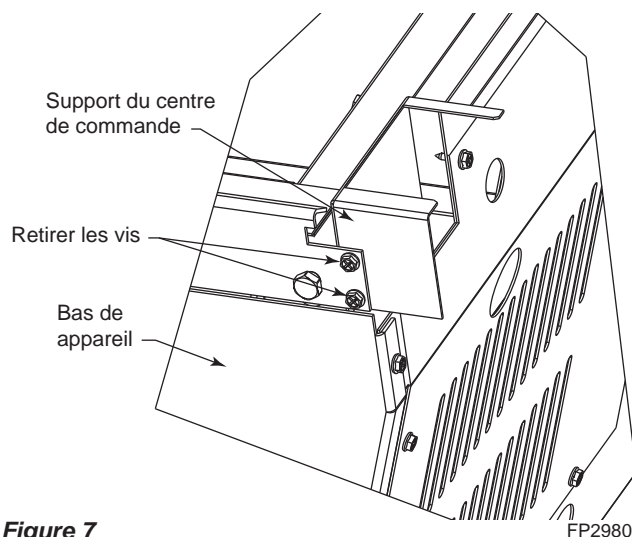

Figure 7
2. Déposez l'unité avec soin sur son dos. Enlevez les deux (2) vis qui retiennent le support à l'unité. *Figure 7*